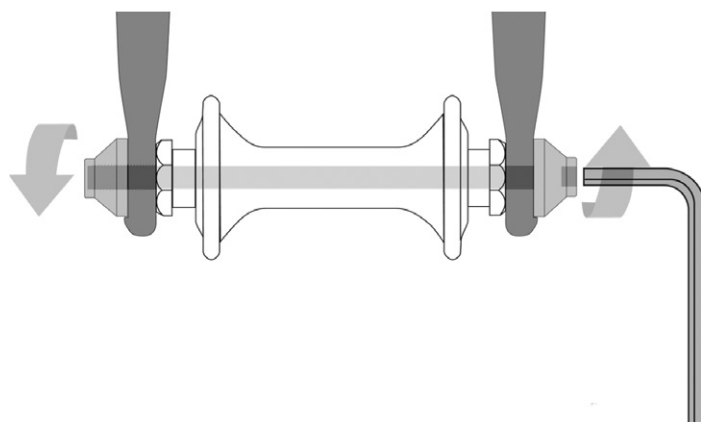

Рис. 4
2. Сквозь пустотелую ось колеса проходит стяжка-фиксатор, имеющая регулировочную гайку на одном конце и запирающий рычаг, гайку под шестигранный ключ или другой запирающий элемент – на другом (сквозная стяжка, рис. 4).